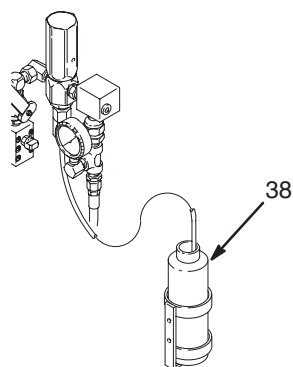

Fig. 16
Contrôler le flexible et la bouteille de récupération (38) au début de chaque poste de travail et à chaque déséquilibre du dosage pour voir si la vanne de décompression a expulsé du produit dans les bouteilles. Nettoyer le flexible et la bouteille si nécessaire. Contrôler régulièrement l'état du flexible pour voir s'il présente des fissures, fuites ou renflements et remplacer les éléments endommagés avant de mettre le système en marche. Voir Fig. 16.